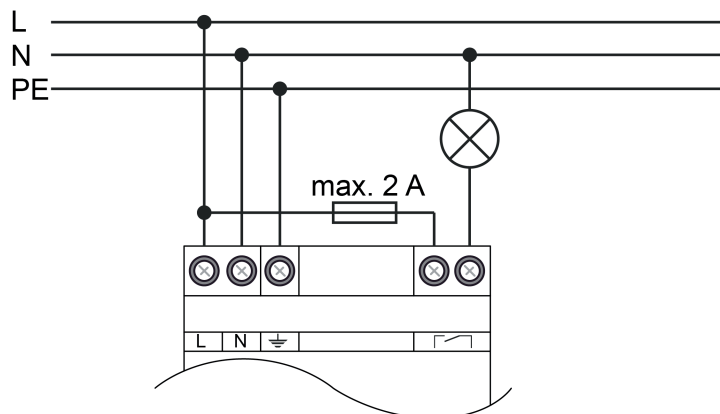

Bild 3: Anschlussbeispiel für optische Meldeeinrichtung
- Meldeeinrichtung entsprechend Anschlussbeispiel (Bild 3) anschließen.